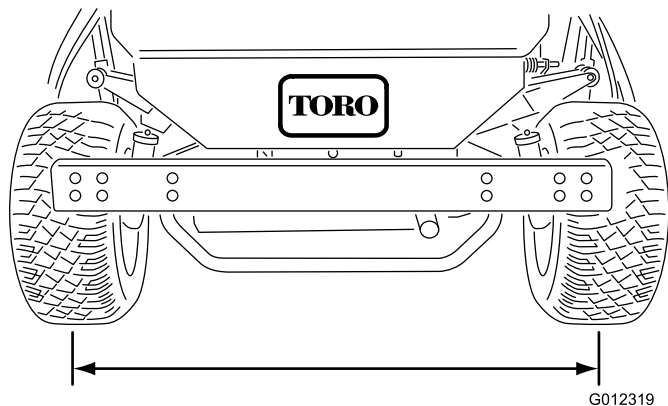

Figure 35
1. Mesurez l'entraxe (à hauteur d'essieu) à l'avant et à l'arrière des roues directrices (Figure 35). Le pincement à l'avant doit être inférieur de 3 mm au pincement à l'arrière.